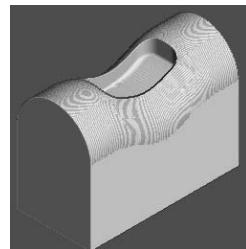

图 5-30 仿真加工结果 2
- 2) 在“仿真”工具栏的“当前刀具路径”下拉列表中选择要模拟的刀具路径 finish1，然后单击“执行”按钮，系统开始自动仿真加工，仿真加工结果如图 5-30 所示。